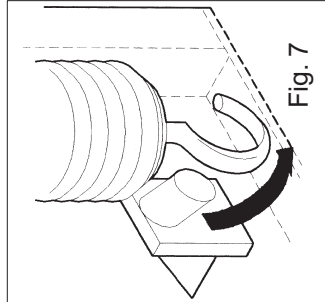

Fig. 7
- 3) Maak de veer van de onderste bevestiging los. (fig. 7)